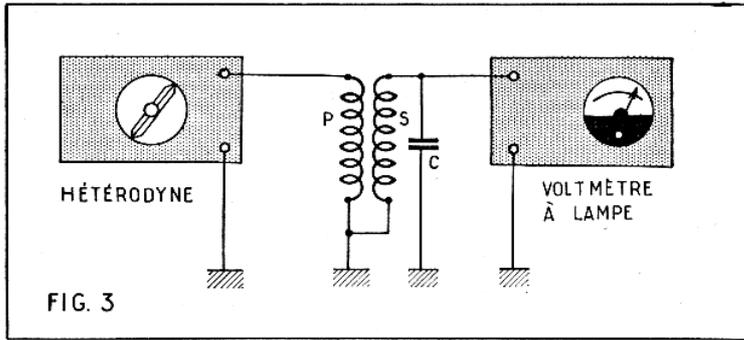

FIG. 3
Supposons donc que nous avons un condensateur variable dont nous voulons relever la courbe. Ce travail ne peut se faire que par comparaison avec d'autres capacités étalons. Vous allez penser que nous ne sommes pas plus avancés, puisque justement nous ne possédons pas ces capacités de référence. C'est une erreur, on trouve dans le commerce des condensateurs fixes au mica, dont la valeur est exacte à 1 % près. Nous allons utiliser plusieurs de ces condensateurs de valeurs différentes que nous associerons de manière à obtenir toute une gamme de capacité. Sur un tube de carton bakérisé, on réalise un enroulement primaire (P) de soixante-dix tours de fil 15/100 émaillé ou isolé sous soie et en bout un enroulement secondaire (S) de cent vingt tours. Ces valeurs conviennent pour toute une gamme de condensateurs variables et plus particulièrement les condensateurs de l'ordre de 500 pF, qui sont les plus courants. On réalise à l'aide de ces éléments le montage de la figure 3. En C on branchera successivement les condensateurs au mica et le condensateur variable. L'hétérodyne est placée sur la gamme PO. En C on branche un condensateur au mica de 25 cm.